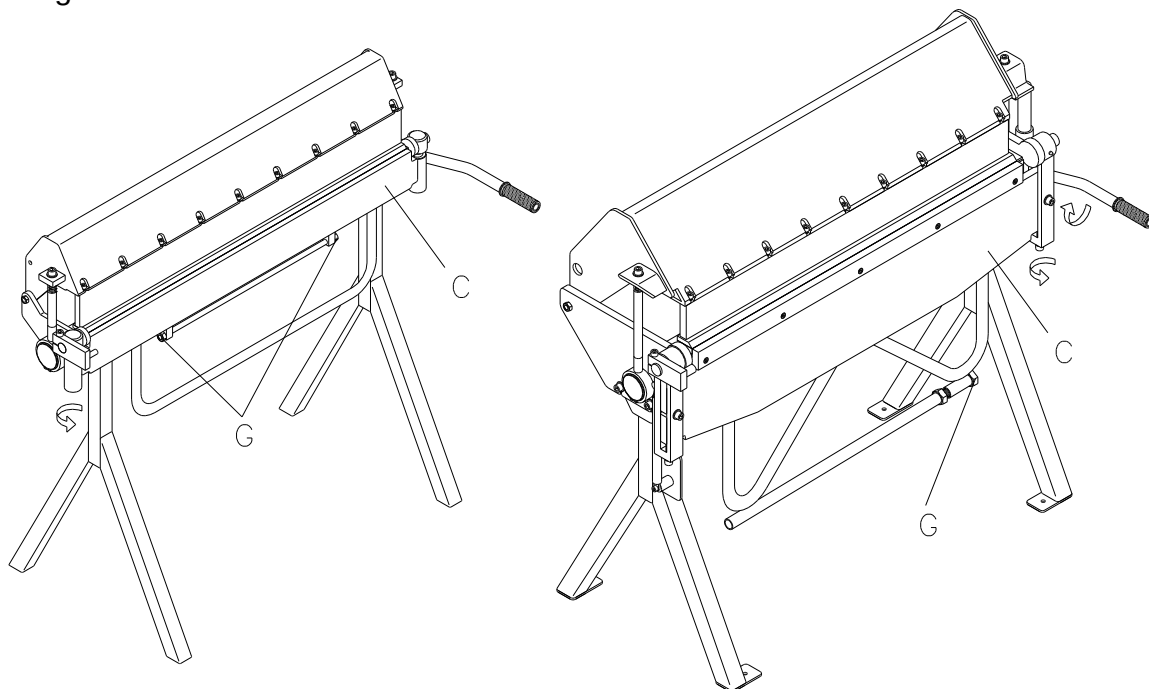

Fig.: 2.3
Det kan også være nødvendigt at efterjustere bukkevangen (C) (se *fig.: 2.3*) ved at skrue på justerskruerne i siderne og ved at efterspænde forspændingen (G) på vangen.